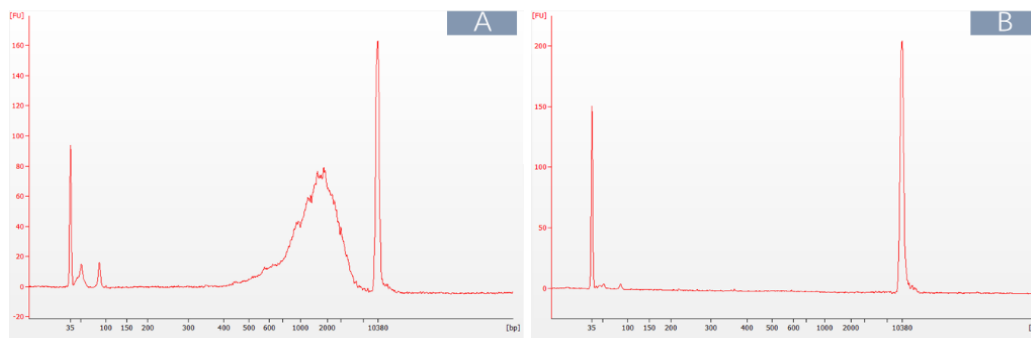

图 3. Agilent 2100 生物分析仪检测结果
1. 采用本产品进行 Control Total RNA 全长 cDNA 扩增，RNA 模板添加量为 10 pg，PCR 扩增循环数为 17。结果如下：图 3. A 显示了 cDNA 合成和扩增后的纯化产物，分布均匀。图 3. B 显示无模板的阴性对照中没有产物。